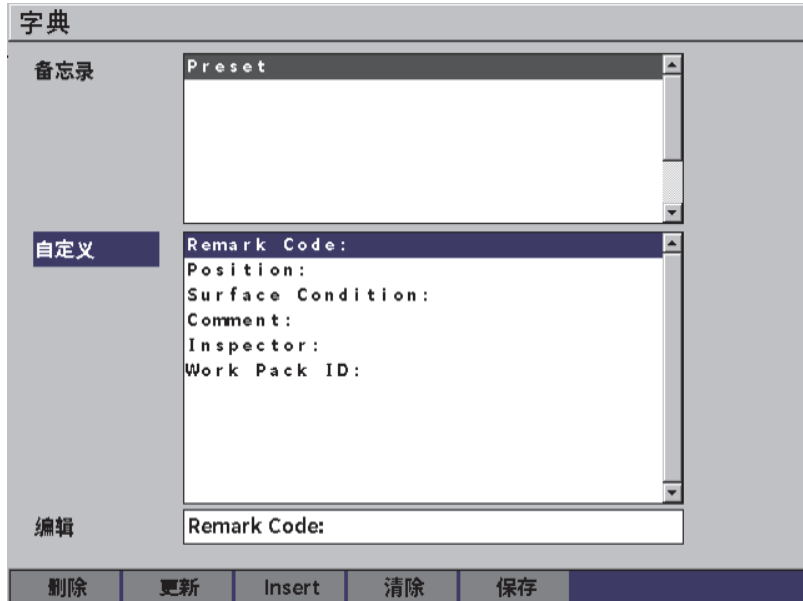

图 9-20 备忘录的字典页
3. 按制表键，选择**自定义**，然后转动调节旋钮，选择自定义标签列中的一个项目（参见第 137 页的图 9-20）。